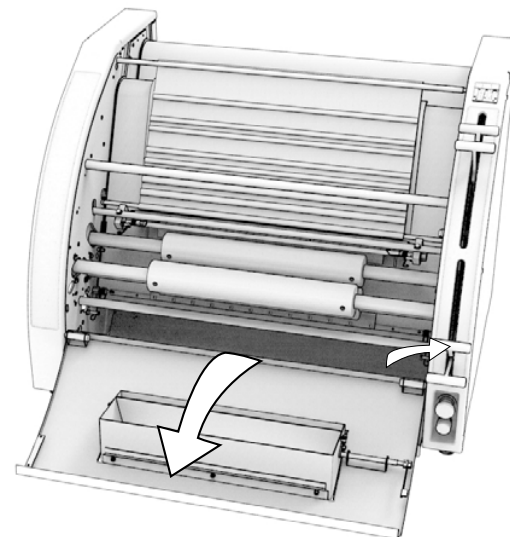

fig.8
- ج. فك النوابض الأيمن والإيسر، ادفع القشاطر (fig.8, n°23) لليسار من أجل تحرير الورد الخاص به.